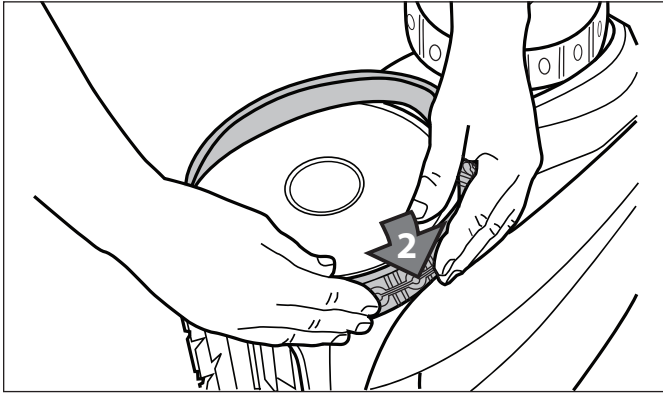

Figura 39. Comience al otro lado del neumático
4. Pulse un lado del neumático de la rueda y el ajuste de la costilla del neumático en la ranura de la rueda como se muestra en la Figura 39.